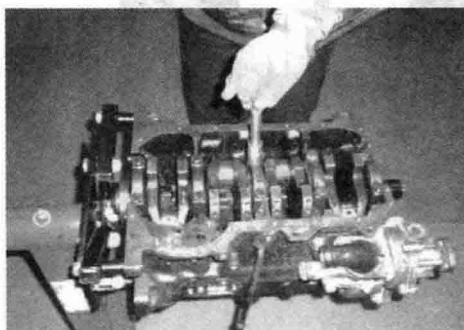
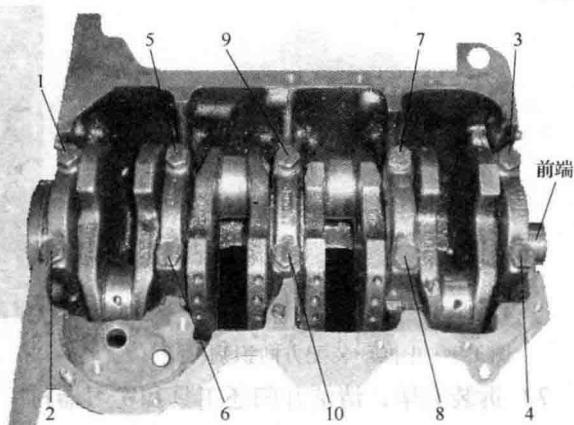

图 1-5 拧松曲轴轴承盖固定螺栓
图 1-6 曲轴主轴承盖拆卸顺序
3) 用套筒组合扳手和指针式扭力扳手按顺序逐渐拧松主轴承盖固定螺栓，如图 1-5、图 1-6 所示。
- 1) 主轴承盖固定螺栓拧紧力矩为 $65\text{ N}\cdot\text{m}$ ，拧紧顺序与图 1-6 所示序号的顺序相反。